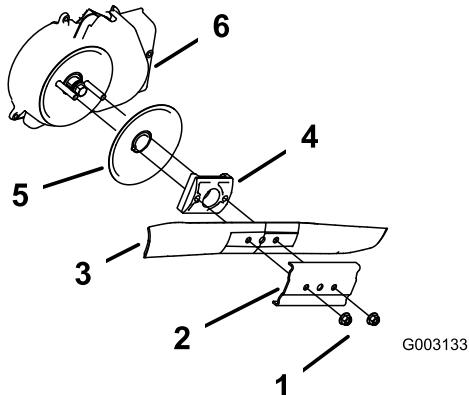

Figura 48
3. Retire las 2 tuercas de la cuchilla y el refuerzo (Figura 48).
4. Retire la cuchilla (Figura 48).
5. Retire el impulsor de la cuchilla y el disco (Figura 48).
6. Retire el protector del sistema de frenado de la cuchilla (Figura 48).
10. Instale la cuchilla y el refuerzo que retiró anteriormente (Figura 48).